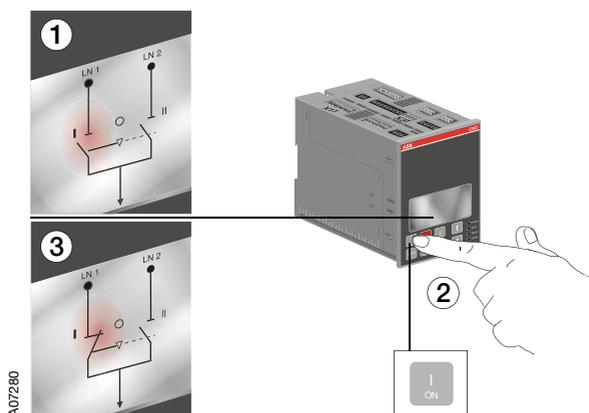

Figura 6.2 Selezione dell'interruttore da azionare, lo stato dell'interruttore e l'indicazione della linea scelta nel display in OMD800
- Quando si preme il tasto I (vedere la Figura 6.2/k), l'interruttore I sarà in posizione ON (indicazione di stato e linea, vedere la Figura 6.2/l) e l'interruttore II sarà in posizione OFF. Se l'interruttore I è già in posizione ON, la pressione del tasto I è ininfluente.